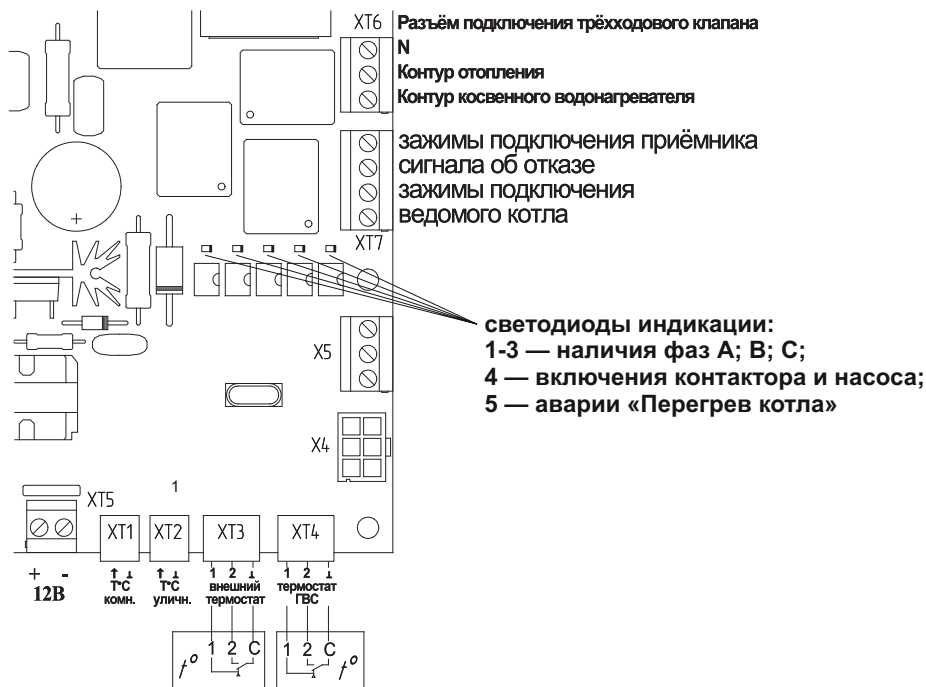
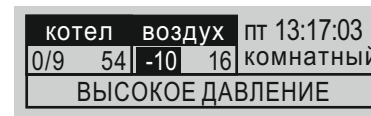
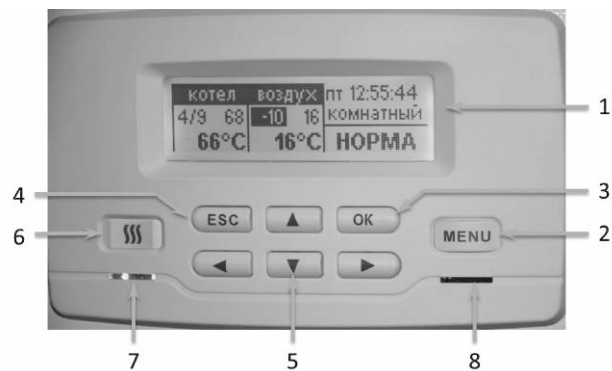

Рисунок 4.
Рисунок 28. Пример сообщения о несоответствии.
Рисунок 5. Блок управления. Начальный вид - Главное окно.
4.5 Плата управления содержит винтовые зажимы для подключения как датчиков температуры воздуха, входящих в комплект прибора, так и других внешних устройств. Расположение разъемов для подключения к прибору внешних устройств показано на рис. 4.
В этих случаях будет произведено обесточивание ТЭНов с помощью контактора, замкнутся контакты подключения приёмника сигнала об отказе XT7 (см. рис. 4), включится индикатор отказа (8) рис. 5 и появится текстовое сообщение о характере несоответствия. Пример см. рис. 28. После устранения причины несоответствия прибор вернется к предыдущему режиму работы с сохранением настроек и параметров.
7.5.3 Отказ, обрыв провода, не подключение датчика температуры уличного воздуха, датчика комнатной температуры или их обоих исключит появление значений температур в режиме главного окна (поз. 4 и 5 на рис. 5) и приведет к переходу на упрощенный алгоритм термостатирования. В случае отключения комнатного датчика – управление по кривой нагрева теплоносителя в зависимости от уличной температуры (см. п. 7.4.2.8). При отключении уличного датчика температуры – управление по данным комнатного. При отключении обоих датчиков воздуха прибор стабилизирует температуру теплоносителя на уровне текущей уставки.
4.5.3 **разъём ХТ3** предназначен для подключения внешнего термостата, ведущего котла или интеллектуального термостата GSM-Climate ZONT-H1, WiFi-Climate ZONT-H2 или их аналогов. Для включения нагрева крайние контакты разъёма (1 и ⊥) должны замкнуться, для отключения — разомкнуться. Трёхпроводной термостат следует подключить в соответствии с рис. 4. В случае применения нормально замкнутого (нагрев до размыкания) двухпроводного внешнего воздушного термостата (или ведущего котла), подключаемого к контактам 1 и 2, контакты 2 и ⊥ должны быть соединены перемычкой. Срабатывание термостата вызовет отключение нагрева.
4.5.4 **Разъём ХТ4** предназначен для подключения устройства контроля температуры косвенного водонагревателя, например модуля ГВС ЭВАН AQUA. В качестве устройства может выступать трёхконтактный термостат (подключаемый в соответствии с рис. 4), нормально замкнутый (нагрев до размыкания) двухконтактный термостат (подключаемый к контактам 1 и ⊥) или NTC-датчик 10 кОм (подключаемый к контактам 2 и ⊥). В зависимости от температуры воды в косвенном водонагревателе производится переключение трёхходового электромагнитного клапана, подключенного к разъёму **ХТ6**, на подачу потока теплоносителя в теплообменник косвенного водонагревателя или обратно в контур отопления и изменение температуры уставки теплоносителя на максимально разрешенную (см. п. 7.4.2.5) или обратно на необходимую для нормальной работы системы отопления.
На рис. 5 отражены основные элементы блока управления: